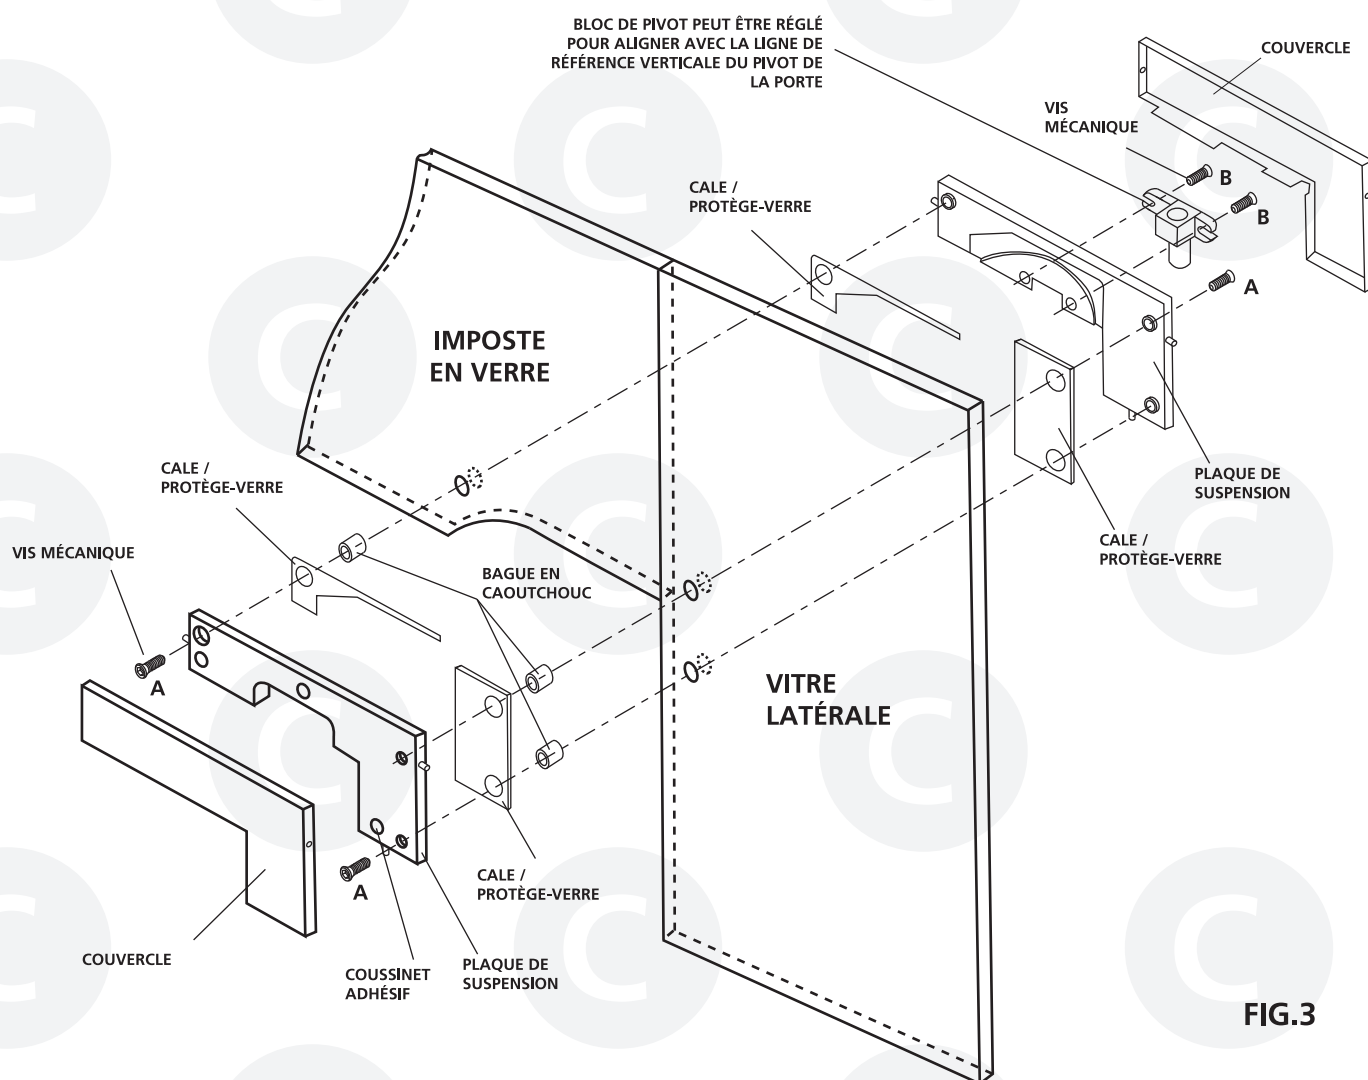

FIG.3
2. Insérez les bagues en caoutchouc dans les trous et fixez temporairement la plaque de suspension PF140 aux panneaux de l'imposte et de la vitre latérale comme indiqué à la figure 3.